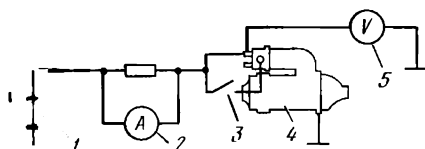
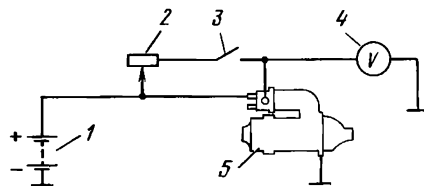

Рис. 187. Схема соединений для проверки стартера:
Рис. 188. Схема соединений для проверки реле стартера:
**Проверка стартера на стенде.** Электрическая схема соединений для проверки стартера на стенде показана на рис. 187, а для проверки тягового реле — на рис. 188. Источником питания стартера при испытаниях служит аккумуляторная батарея или генератор. Соединительные провода от батареи к стартеру через шунт должны иметь сечение не менее 16 мм2.
**Испытание тягового реле включения стартера** (см. рис. 188). Устанавливают между торцом шестерни привода стартера и упорным кольцом прокладку толщиной 20 мм, что соответствует сопротивлению, которое испытывает якорь в момент входа в зацепление зубьев шестерни с зубьями венца маховика. Напряжение включения тягового реле при упоре торца шестерни в заложенную прокладку не должно быть более 9,8 В. Включать тяговое реле следует не более чем на 5 с.